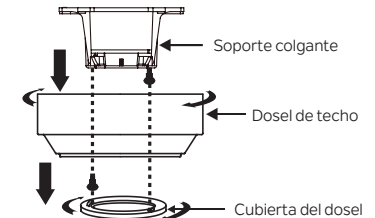

Fig. 5
**Paso 1.** Retire la cubierta inferior del dosel decorativo del dosel girando la cubierta en sentido contrario a las agujas del reloj. (Fig. 5)
**Paso 2.** Retire el soporte de montaje del techo del dosel quitando (y guarde uno de los dos tornillos. Afloje el tornillo restante en media vuelta. (Fig. 5)